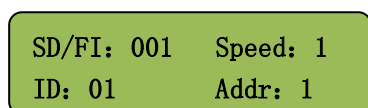

图 1
方法一：自动识别 ID：W-308C 全部取消锁定，接主控 W-100C，分控自动识别 ID 编号并且往后顺延编号，芯片自动识别主控芯片型号;另外主控可以单独设定分控参数，直接写入。**此方案适用大部分场合：如图 1 所示**
- 解锁分控参数：分控锁定后，长按 确定 OK 键解锁 如图 1